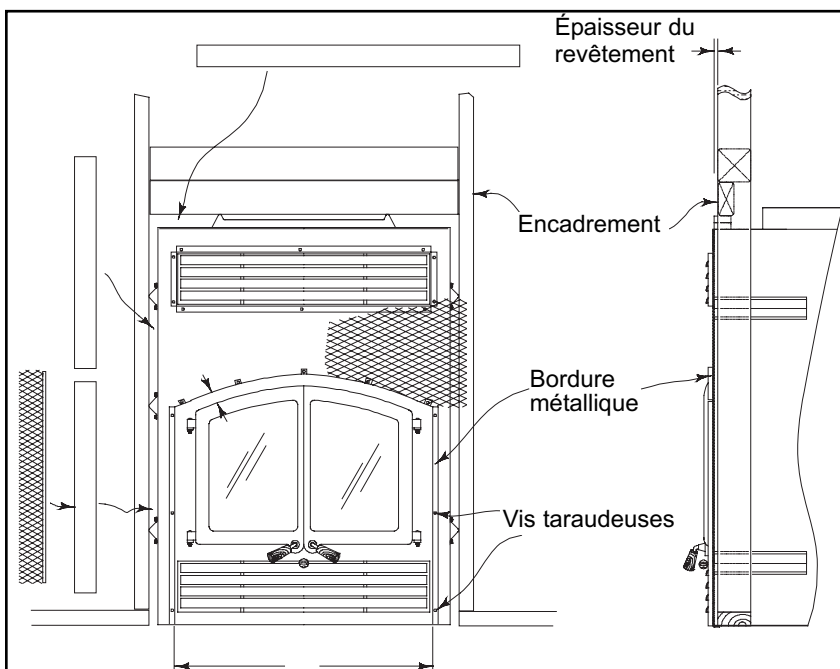

Figure 19: Installation de la trousse de retenue
1. Installez la grosse tôle formée sur la moitié supérieure du foyer, au point indiqué (Figure 19), à l'aide des vis taraudeuses. S'il y a une tige de dérivée au-dessus de la porte, laissez un espace pour la